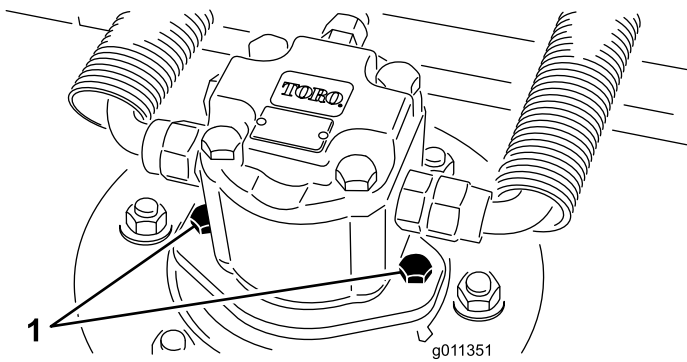

Figura 85
2. Desconecte y retire el motor hidráulico de la unidad de corte (Figura 85). Tape la parte superior del eje para evitar la contaminación.
3. Instale el motor hidráulico en la unidad de corte (Figura 85). Asegúrese de que la junta tórica está correctamente colocada y que no está dañada.